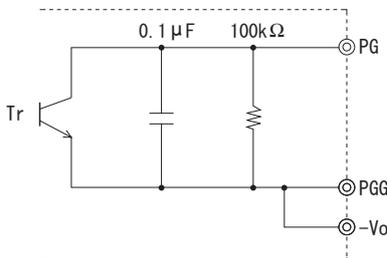

図 6.2 PG 信号の内部回路
- ・PG アラームの動作説明を表 6.2、内部構成回路を図 6.2 に示します。